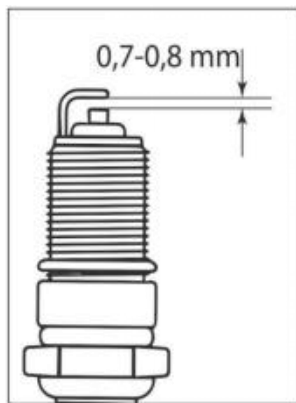

Fig. 27
7. Compruebe la separación entre el electrodo de tierra y el electrodo central con una sonda especial. Si es necesario, ajuste la separación a 0,7-0,8 mm (Fig. 27).